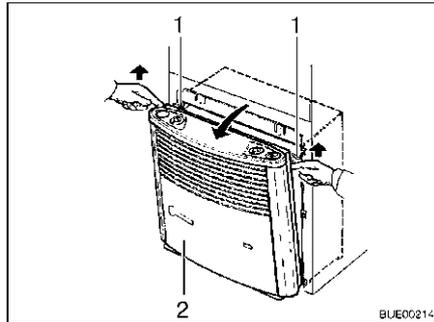

Bild 122 Heizungsverkleidung abnehmen
- Heizungsverkleidung (Bild 122,2) abnehmen. Dazu die Verkleidung oben nach vorn ziehen, Haltefedern (Bild 122,1) seitlich nach oben drücken und Verkleidung nach vorn klappen.